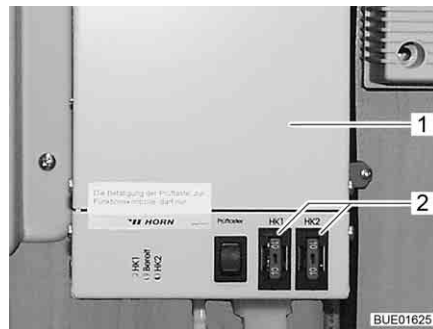

Bild 129 Regulator för avloppsledningarnas värmesystem
Säkringarna finns på regulatorn (Bild 129,1).
- Byt säkring (Bild 129,2).